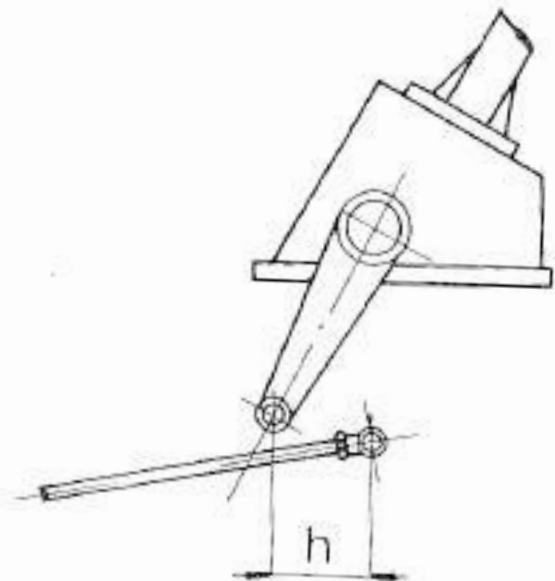

FIG. 71 - Position du levier de direction avec volant complètement à gauche
- faire tourner le volant vers la gauche en plaçant le levier de direction tout à fait en avant (Fig. 71);
- mesurer la distance (h) avec un pied à coulisse (Fig. 71);